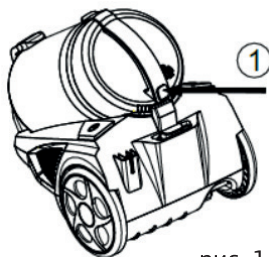

рис. 1
- Держась за ручку, нажмите на кнопку фиксатора (Рис. 1) и снимите контейнер-пылесборник (Рис.2).